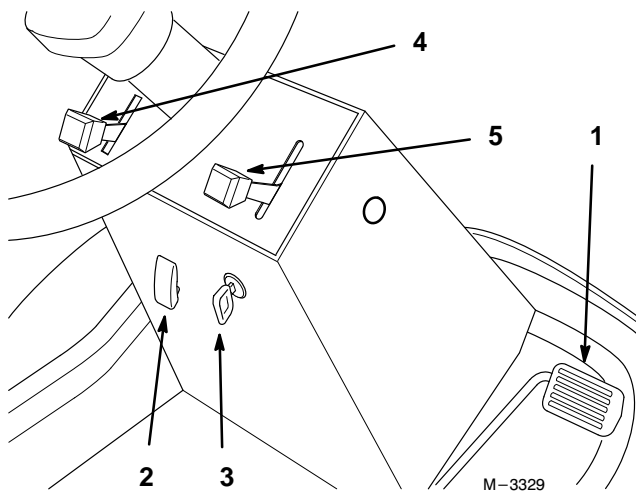

Abbildung 7
1. Den Gashebel auf SLOW (LANGSAM) stellen (Abb. 7).
2. Den Zündschlüssel auf OFF (AUS) stellen (Abb. 7).